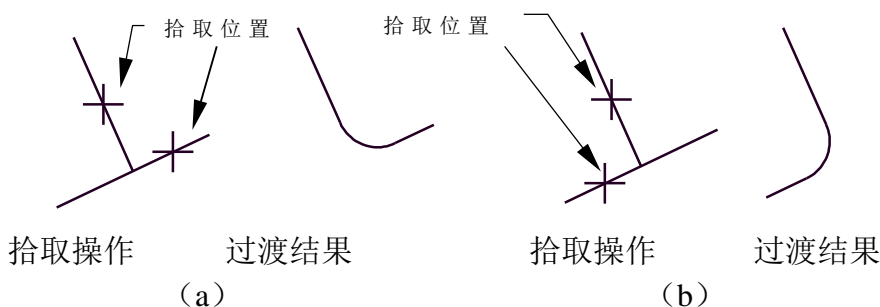

图 4-17 圆角过渡的拾取位置
**例 1:** 从图 4-17 中给出的几个例子可以看出, 拾取曲线位置的不同, 其结果也不同。